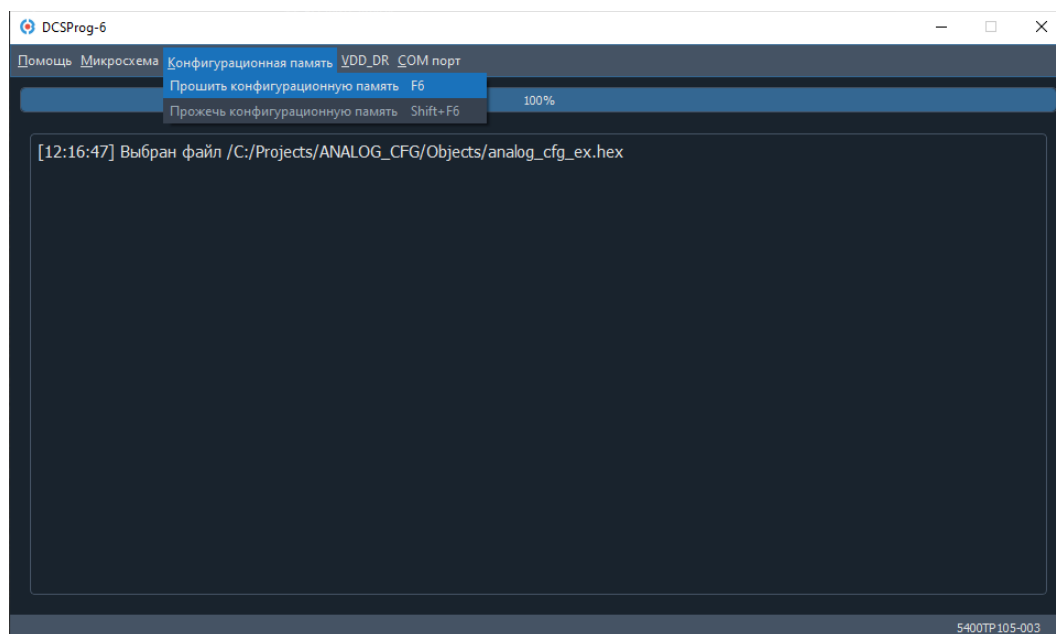

Рисунок 54. Прошивка конфигурационной памяти («SOFT»)
4. Выполнить «Конфигурационная память» → «Прошить конфигурационную память» для программирования в режиме отладки (режим «SOFT») (Рисунок 54);